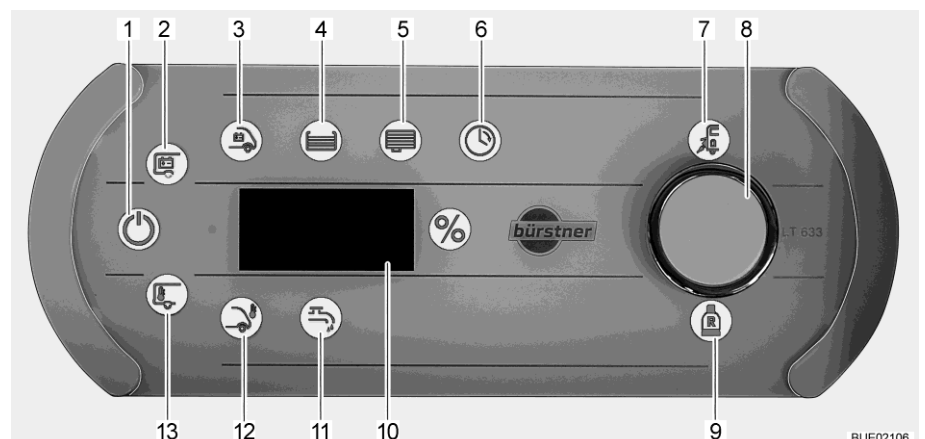

Fig. 189 Panel LT 633
El símbolo Control de red (Fig. 189,7) estará encendido si el vehículo es alimentado con una tensión de red de 230 V. Las baterías son cargadas.
- Presionar el pulsador giratorio (Fig. 189,8) brevemente. El símbolo 12 V ON (Fig. 189,1) está encendido. Si los símbolos 12 V ON y Batería del habitáculo (Fig. 189,2) parpadean tres veces, la alimentación de corriente estará desactivada.
- Pulsar el pulsador giratorio (Fig. 189,8) y mantenerlo pulsado por aprox. 5 segundos. El símbolo Batería del habitáculo (Fig. 189,2) estará parpadeando y en el display (Fig. 189,10) se visualizará "On".
- Soltar el pulsador giratorio. El símbolo 12 V ON (Fig. 189,1) está encendido. La alimentación de corriente está conectada.
- Girar el pulsador giratorio hasta que se encienda el símbolo Bomba de agua (Fig. 189,11). En la visualización se mostrará el estado de conmutación actual ("ON" u "OFF").
- Pulsar el pulsador giratorio. El estado de conmutación cambia de "On" a "OFF" o bien de "OFF" a "On": la alimentación de la bomba de agua estará conectada o bien desconectada. Cuando la bomba de agua está conectada, está encendido el símbolo Bomba de agua (Fig. 189,11).
- Girar el pulsador giratorio hasta que se encienda el símbolo Batería del habitáculo (Fig. 189,2). Se visualizará la tensión de batería de la batería del habitáculo en el display (p. ej. "13,8U" para 13,8 voltios) por aprox. 20 segundos.
- Girar el pulsador giratorio hasta que se encienda el símbolo Batería del motor de arranque (Fig. 189,3). Se visualizará la tensión de batería de la batería del motor de arranque en el display por aprox. 20 segundos.
- Girar el pulsador giratorio hasta que se encienda el símbolo Depósito de agua (Fig. 189,4). El símbolo "%" está encendido. Se visualizará el nivel de llenado del depósito de agua en el display por aprox. 20 segundos.
- Girar el pulsador giratorio hasta que se encienda el símbolo Depósito de aguas residuales (Fig. 189,5). El símbolo "%" está encendido. Se visualizará el nivel de llenado del depósito de aguas residuales en el display por aprox. 20 segundos.
Reserva de gas El símbolo Bombona de gas de reserva (Fig. 189,9) estará encendido si se está usando la bombona de gas de reserva.
- Girar el pulsador giratorio hasta que se encienda el símbolo Temperatura interior (Fig. 189,13) o Temperatura exterior (Fig. 189,12). En el display se visualizará la temperatura seleccionada.
- Girar el pulsador giratorio hasta que se encienda el símbolo Reloj (Fig. 189,6).